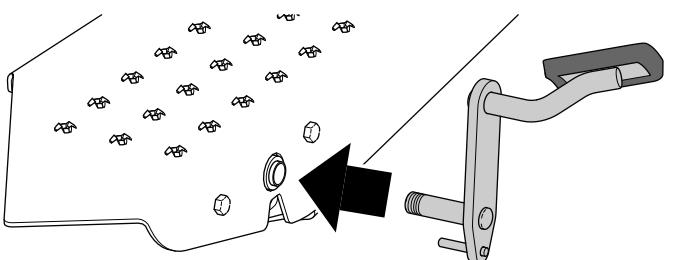

Bild 18
4. Fluchten Sie das Feststellpedal mit der linken Fußplattform und den Löchern in der Nabe aus (Bild 18).
5. Stecken Sie die Gelenkrolle des Feststellpedals durch das Loch in der linken Fußplattform und durch die Nabe (Bild 18).